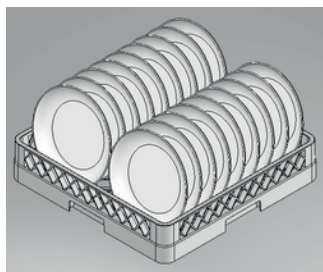

Fig. 6
- El dispositivo debe conectarse obligatoriamente a una instalación equipotencial mediante el tornillo equipotencial (Fig. 6 Pos.1) que se encuentra en la parte trasera del mismo. Está señalizada con los siguientes símbolos: